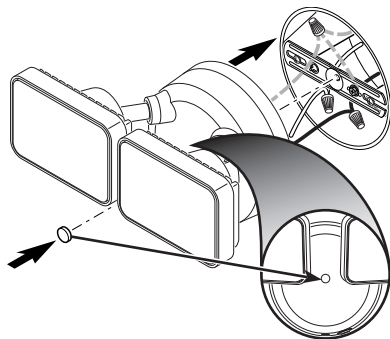

Figura 3
3. Apriete bien el tornillo de montaje teniendo cuidado de no apretarlo demasiado (vea la Figura 3).
4. Empuje con fuerza el tapón de caucho en el orificio del perno de montaje de la lámpara (vea la Figura 3).